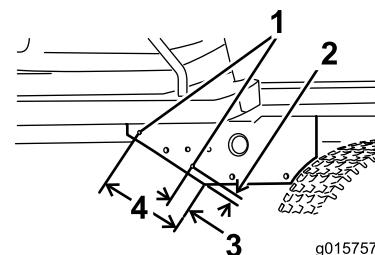

Figure 9
- Percez les trous dans le cadre avant comme spécifié à la Figure 9.